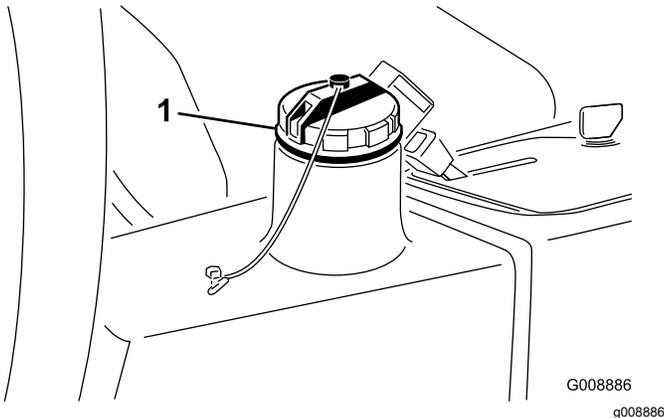

Figura 79
4. Encha o reservatório (Figura 79) com aproximadamente 13,2 litros de fluido hidráulico; consulte Verificação do sistema hidráulico (página 52).